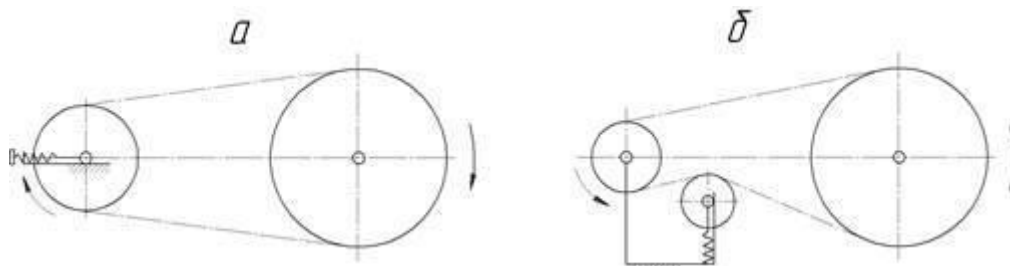

Рис. 3. Схеми способів регулювання натягу ланцюга
періодичний (рис.3а);
- автоматичний (рис.3б);